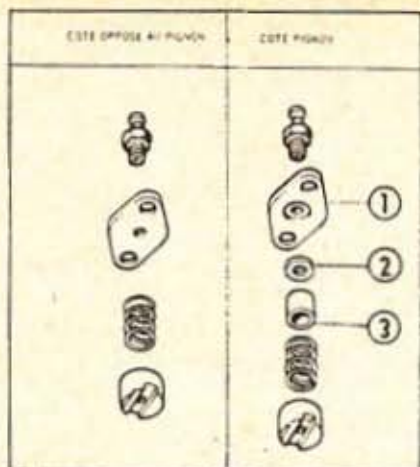

Fig. 131. — Emplacement des rondelles de réglage
• Déterminer l'épaisseur des rondelles de réglage 2 à interposer entre la bride 1 et l'entretoise de butée 3 du poussoir (fig. 131) côté pignon (voir plus loin).